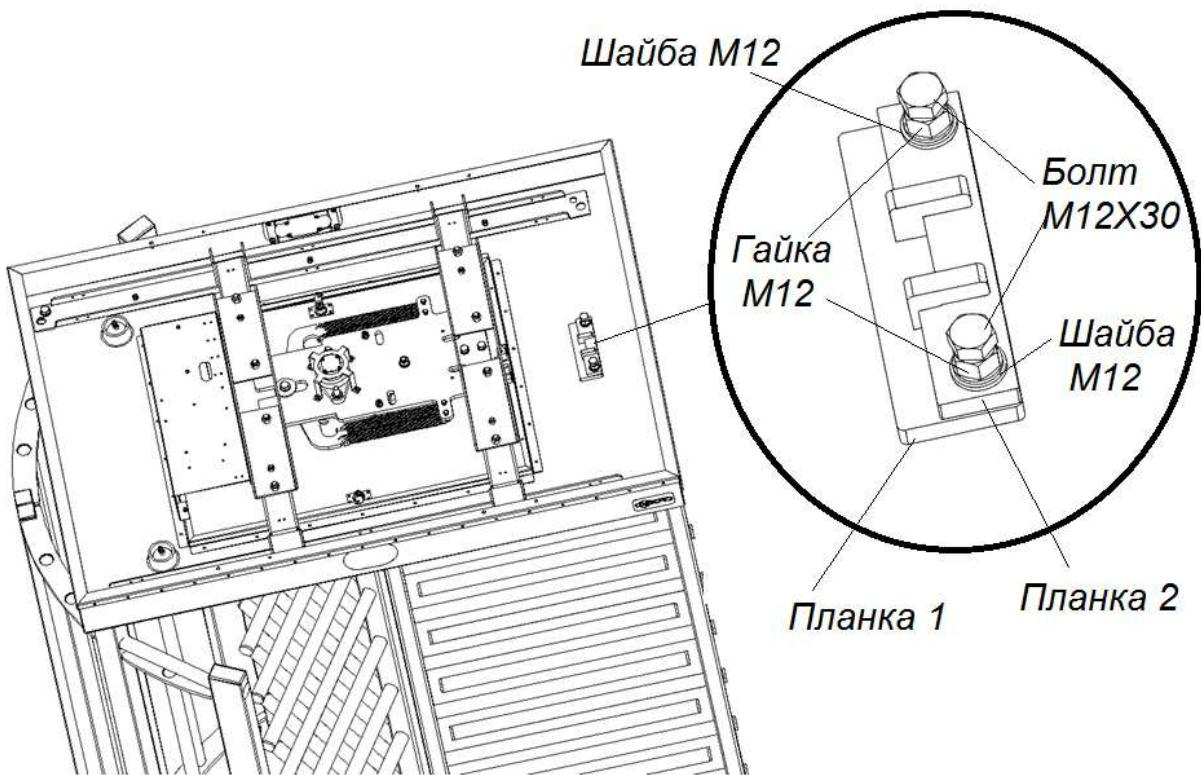

Рис. 12. Крепление второго неподвижного элемента ограждения
11. Закрепите второй неподвижный элемент ограждения (с помощью планки 1, планки 2, стопорных гаек и болтов) к верхнему модулю турникета рис. 12.